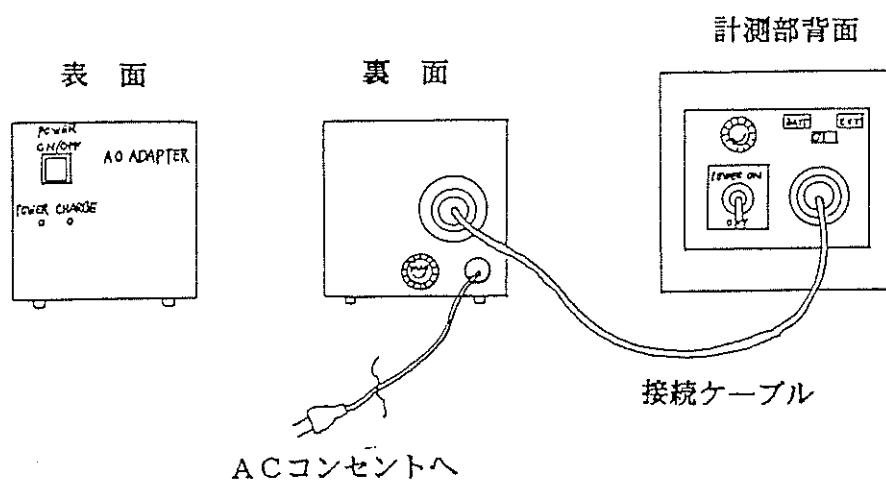

図3 ACアダプターと装置との接続
- ① ACアダプターと装置を充電器用接続ケーブルで接続します。(図3参照)
- ② ACアダプターの電源ケーブルをACコンセントに接続します。
- ③ 装置のPOWER スイッチをOFFにしておきます。そのとき装置の背面にあるEXT-BATT切替スイッチはどちらでも充電できます。
- ④ 電源ユニット(ACアダプター付充電器)のPOWER スイッチをONにします。